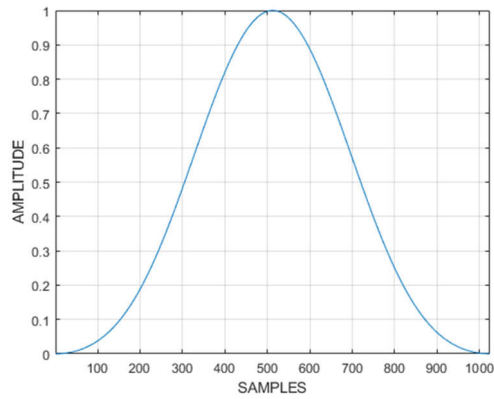
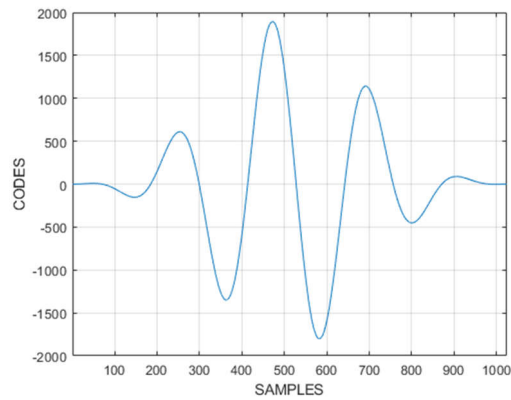

图 5-3. Blackman-Harris 窗口函数
图 5-4. 非相干信号与窗口函数相乘
这种情况下，应用窗口函数后，能够发现相干采样与非相干采样之间的区别。窗口函数（例如：Blackman-Harris、Hamming 等）具有与之相关的特定形状，也具有可供选择的多种不同函数。德州仪器 (TI) 的高速数据转换器专业软件默认采用 Blackman-Harris 窗口函数。将窗口函数与非相干信号相乘，并且在两端置零，就能够消除任何不连续性，创建更准确的 FFT 图。图 5-3 显示了 Blackman-Harris 窗口函数的大致轮廓。
将非相干信号 (如 图 5-2 所示) 与窗口函数 (如 图 5-3 所示) 相乘以后, 输出函数就成了非相干信号 (如 图 5-4 所示) 的窗口版本。能够发现, 两端同时置零, 端点之间不存在不连续性。